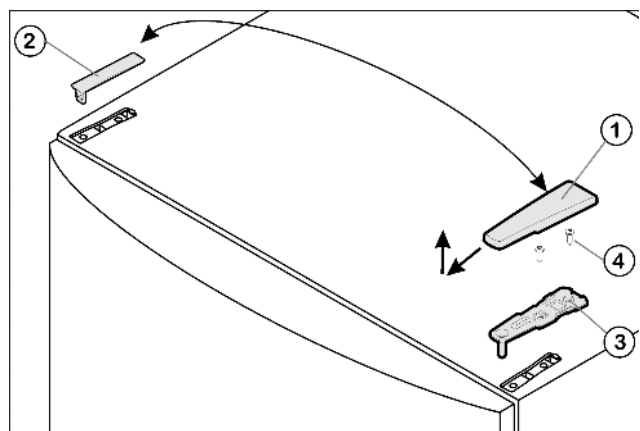

Fig. 4
- ▶ Afdekking Fig. 4 (1) naar voren en boven wegtrekken.
- ▶ Afdekking Fig. 4 (2) eraf nemen.
- ▶ Bovenste lagerbus *Fig. 4 (3)* losschroeven (2 maal Torx® 25) *Fig. 4 (4)* en naar boven eraf trekken.
- ▶ Plaats de bovenste lagerbus Fig. 4 (3) aan de nieuwe scharnierkant in de deur.
- ▶ Bovenste lagerbus **goed (met 4 Nm)** vastschroeven (2 maal Torx® 25) Fig. 4 (4). Steek de schroefgaten indien nodig voor of gebruik de accuschroevendraaier.
- ▶ Afdekking Fig. 4 (1) en afdekking Fig. 4 (2) elk op de tegenoverliggende zijde van buiten aanbrengen en vastklikken.